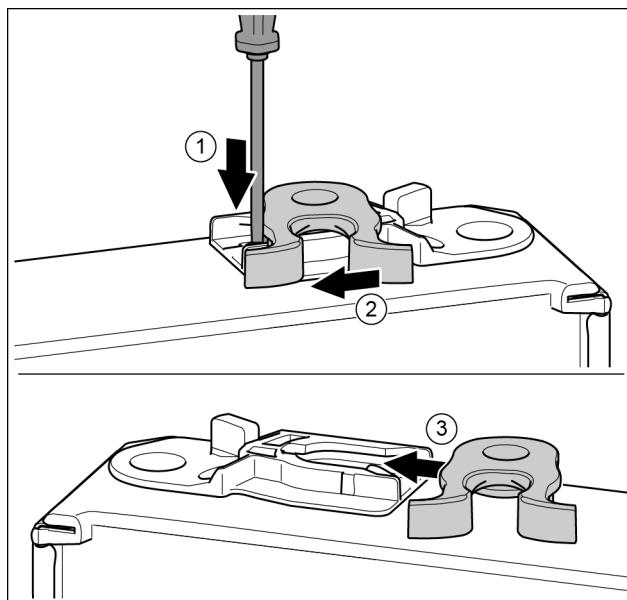

Fig. 33*
- Нажать накладку шлицевой отверткой вниз. *Fig. 33 (1)*
- Запорный крючок вывести из направляющей. *Fig. 33 (2)*
- Запорный крючок вставить в направляющую с другой стороны. *Fig. 33 (3)*